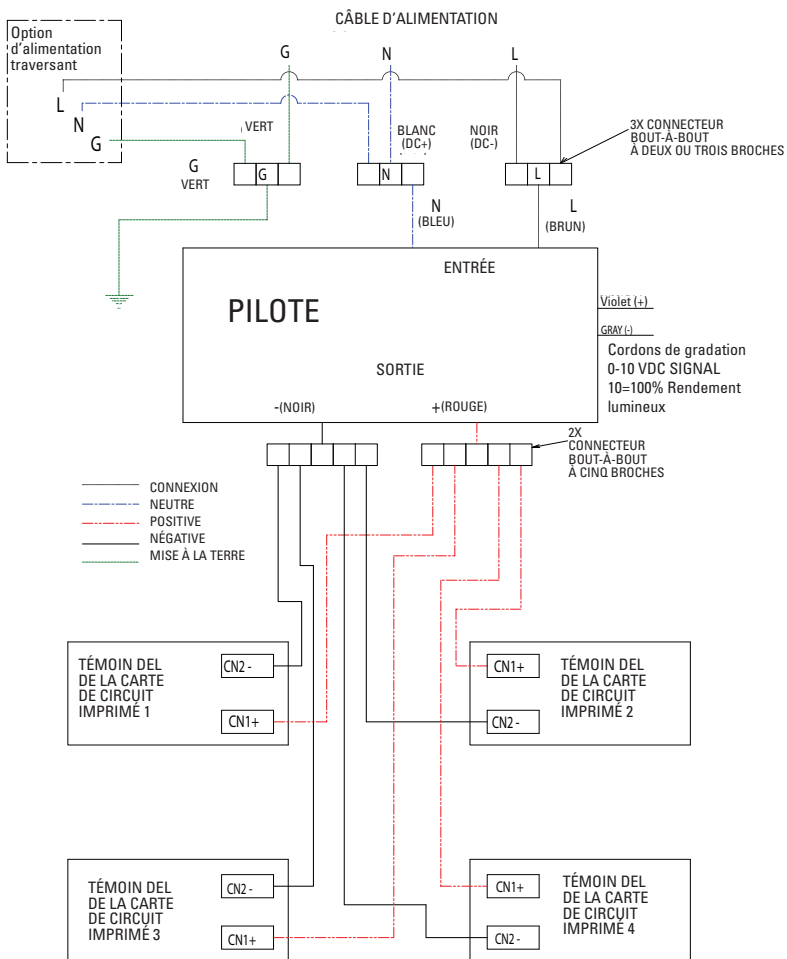

Figure 16
7. Déconnecter les fils d'entrée et de sortie du circuit de commande (Voir la figure 16.)
11. Placer le nouveau circuit de commande dans le luminaire. S'assurer que les fils conducteurs des panneaux à DEL sont bien rangés dans le boîtier et que les connecteurs des fils d'entrée et du gradateur sont placés dans le chemin de câbles sous le circuit de commande et qu'ils sont acheminés dans la zone de câblage d'entrée. (Voir la figure 16.)